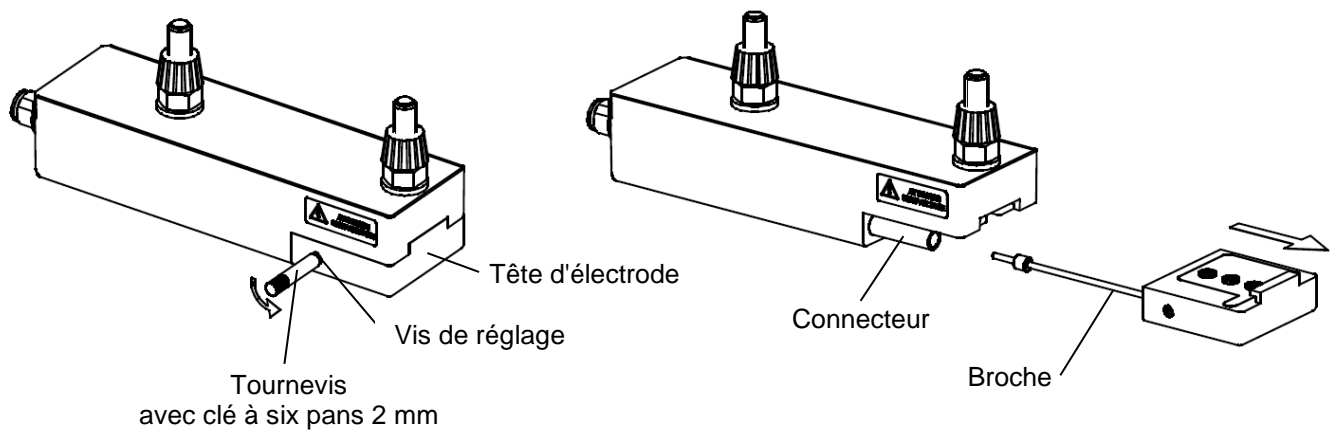

Figure 6, remplacement de la tête basse d'électrode
- 2 Retirer la tête d'électrode du *Perfomaster* (Voir Figure 6).